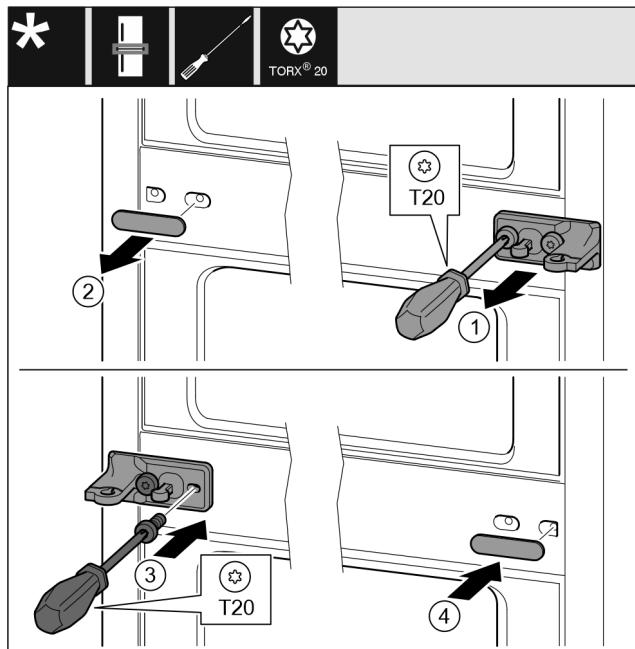

Fig. 11
- ▶ Skinite podložnu pločicu. Fig. 11 (1)
- ▶ Odvijačem T20 odvijte vijke. Fig. 11 (2)
- ▶ Oprezno skinite pokrov. Fig. 11 (3)
- ▶ Čvrsto zavijte podložak ležaja s folijom okrenuto za 180 ° na drugoj strani. Fig. 11 (4)
- ▶ Postavite pokrov okrenut za 180° na drugoj strani. Fig. 11 (5)
- ▶ Nataknite podložnu pločicu s prednje strane. Fig. 11 (6)